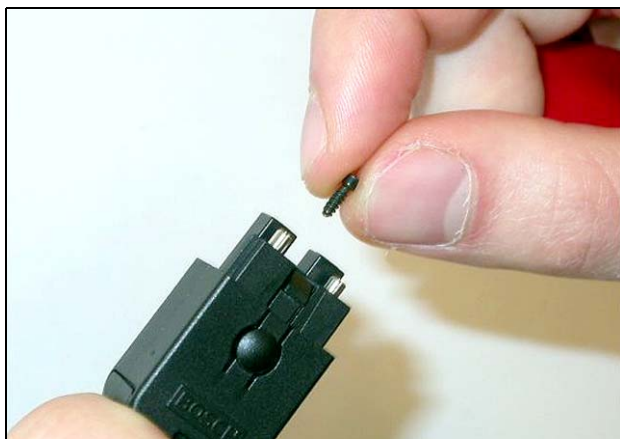

figura 20.36: Inserimento della vite Torx
- 31 Inserire la vite Torx nell'involucro anteriore (vedere figura 20.36).